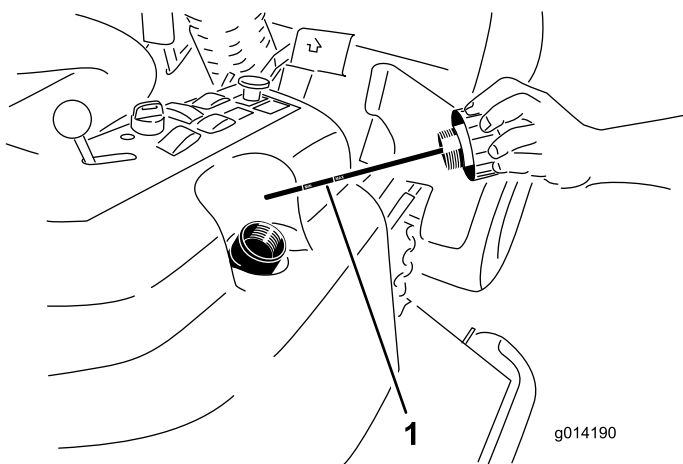

Figura 51
4. Togliete il tappo di riempimento idraulico (Figura 51) dal collo del bocchettone.
5. Togliete l'asta di livello ed asciugatela con un panno pulito (Figura 51).
6. Avvitate a fondo l'asta di livello nel bocchettone di riempimento, quindi estraetela e controllate il livello del fluido (Figura 51).